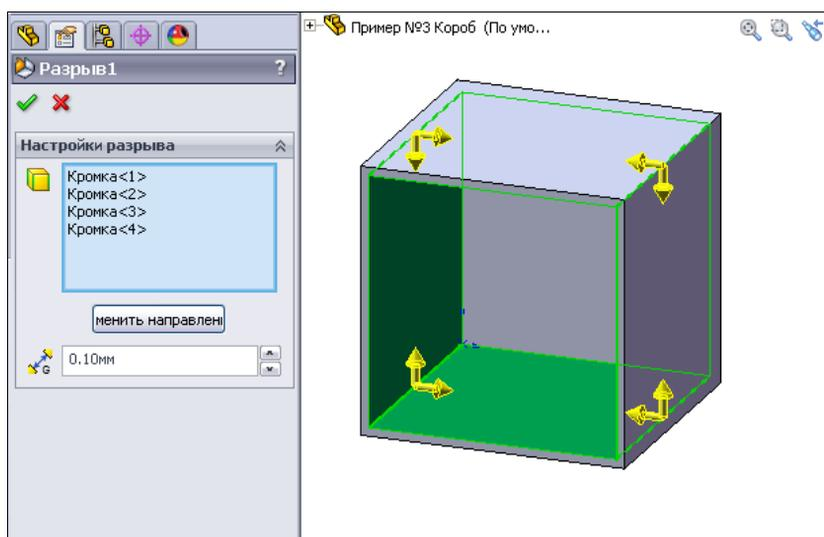

Рис. 4.48
4. Создадим разрезы при помощи команды  — **Разрыв** на панели инструментов **Листовой металл** (рис. 4.48). В разделе **Настройки разрыва** необходимо
указать те кромки, вдоль которых будут сделаны разрезы, а в строке **Зазор** — величину создаваемого зазора в месте разрыва кромки (рис. 4.48).